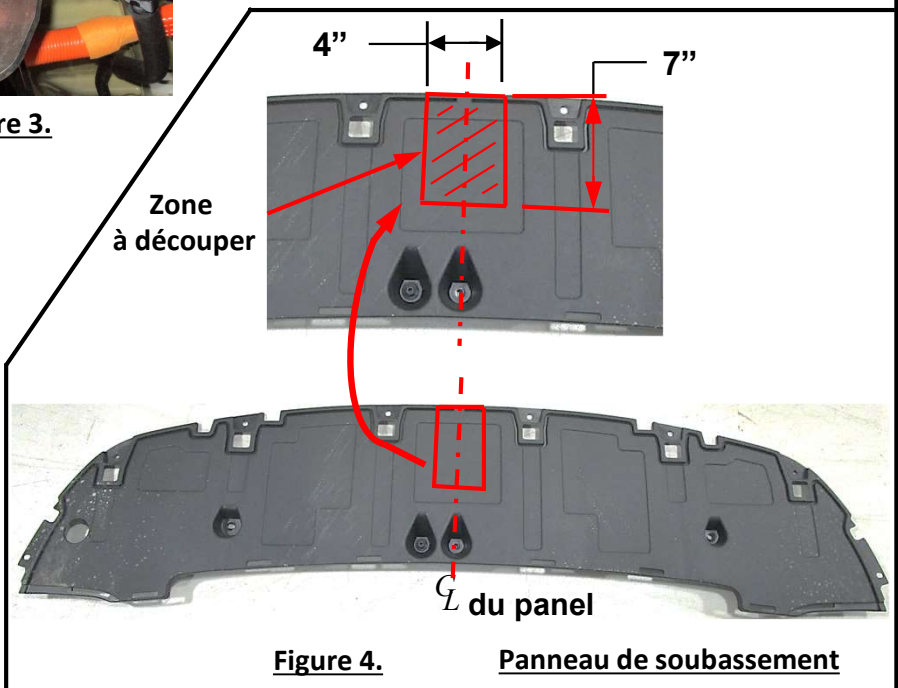

Figure 4.
- Découpez le panneau de soubassement** - mesurez, marquez et découpez une encoche au centre du panneau de soubassement d'environ 4" de large sur 7" de profondeur. **Voir la figure 4.**
4. Découpez le panneau de soubassement - mesurez, marquez et découpez une encoche au centre du panneau de soubassement d'environ 4" de large sur 7" de profondeur. Voir la figure 4.